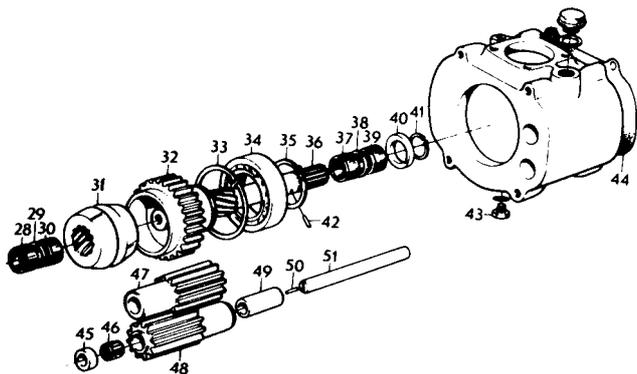

Fig. 4
2. Extraire l'arbre (36, fig. 4.). **Remarque** : noter les roulements à aiguilles (28 et 30) et la rondelle entretoise (29).
1. Enlever les bouts de papier adhésif et extraire les axes (51, fig. 4) des satellites (47 et 48). Sortir les roulements (46) et les douilles d'écartement (49) en les poussant du doigt.
2. Vérifier tous les roulements, les bagues et les pignons du carter intermédiaire. S'il faut remplacer les pignons (32, 47 et 48) ou le roulement (34), effectuer les opérations de 4 à 8 ci-après. Etant donné que le roulement (34) est toujours soumis à de fortes tensions lors du démontage, il faut les jeter et les remplacer par des pièces neuves.
3. Remonter en place les axes de satellites (51), les douilles d'écartement (49), les roulements (46) et les bagues (45).
4. Enlever le circlips (35).
5. Extraire le pignon (32) en se servant du mandrin 884263. Veiller à ce que les dents du planétaire s'engagent bien dans les entredents des satellites.
6. Enlever le circlips (33).
7. Extraire le roulement (34) au moyen du mandrin 884168.